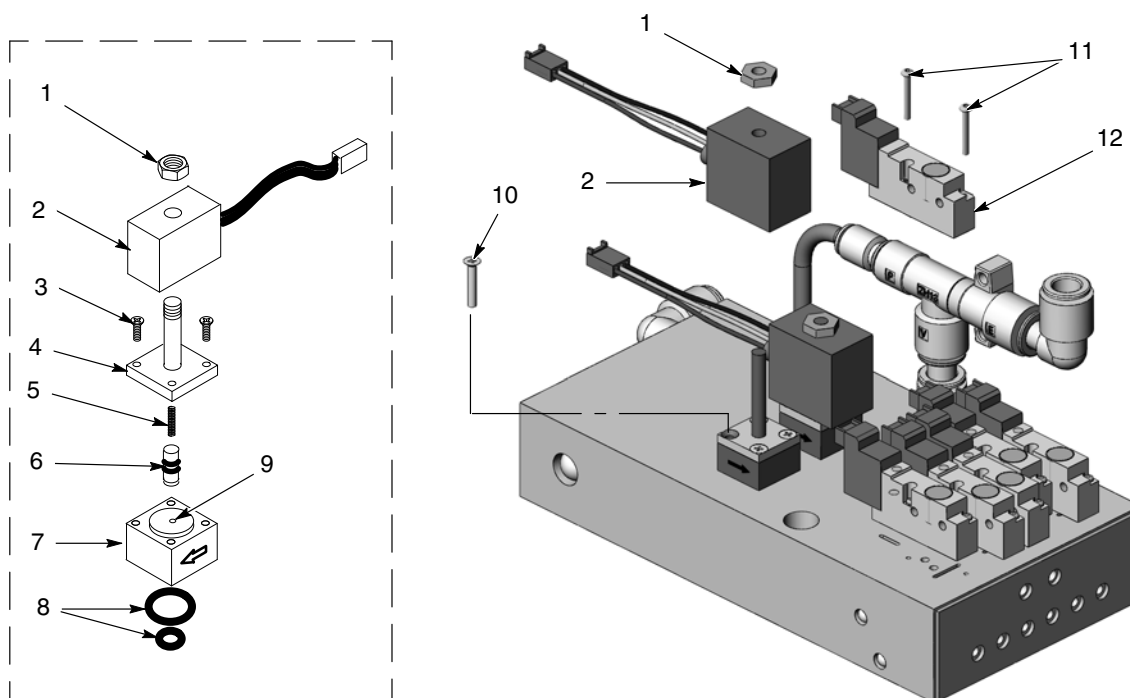

Figura 6-1 Riparazione del collettore
1. Vedi figura 6-1. Rimuovere il dado (1) e la bobina (2) dalla valvola di controllo flusso.
2. Rimuovere le due viti lunghe (10) per togliere la valvola di controllo flusso dal collettore.
Vedi figura 6-1. Rimuovere la valvola rimuovendo il dado (1), la bobina (2) e le viti lunghe (10).
Vedi figura 6-1. Per rimuovere le elettrovalvole rimuovere le due viti (11) nel corpo della valvola e sollevare l'elettrovalvola (12) fuori dal collettore.